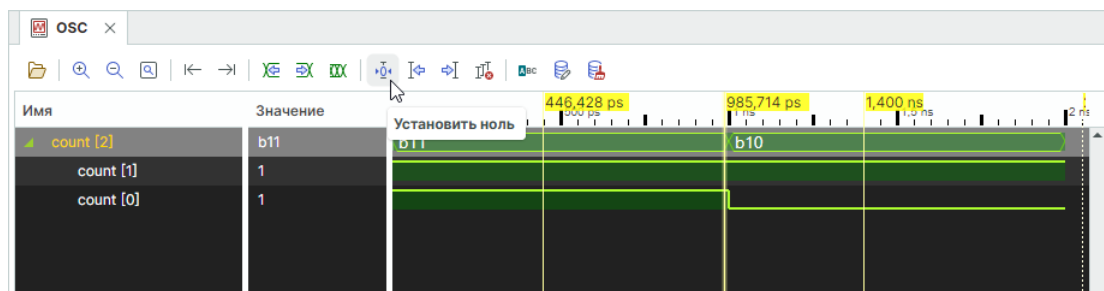

Рис. 44 Назначение курсора в качестве относительной точки отсчета
2. Нажмите кнопку , см. Рис. 44.